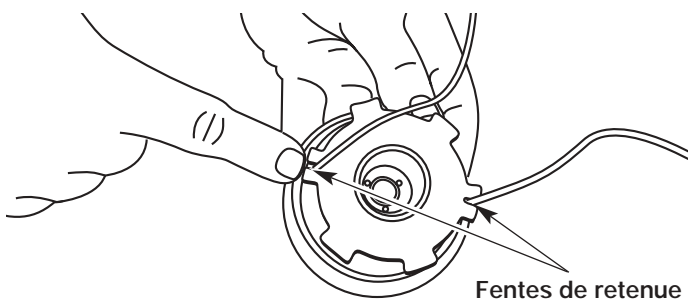

Fig. 43
12. Insérez les extrémités du fil dans les deux fentes de retenue (Fig. 43).